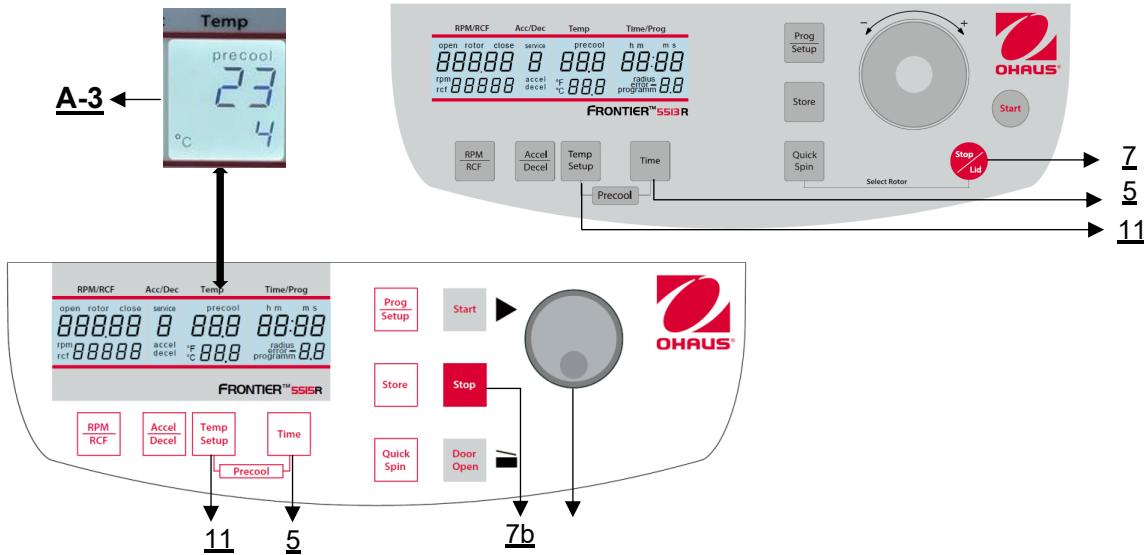

Figura 16
Si las muestras son sensibles a la temperatura, es útil preenfriar la centrifuga, el rotor y eventualmente los cubos a la temperatura de trabajo requerida. Para ello, introduzca el rotor deseado y preajuste la temperatura correspondiente. Pulsando simultáneamente las teclas **"Temp/Setup"** (11) y **"Time"** (5) se puede iniciar la marcha (Figura 16). Durante la marcha, el aparato elige automáticamente una velocidad de giro equivalente al 30% o al 50% de la velocidad de giro permitida del rotor respectivo (según el rotor). Una vez alcanzada la temperatura preajustada, puede salir de la marcha de preenfriamiento con la tecla **"Stop"**(7b) o **"Stop | Lid"**(7).